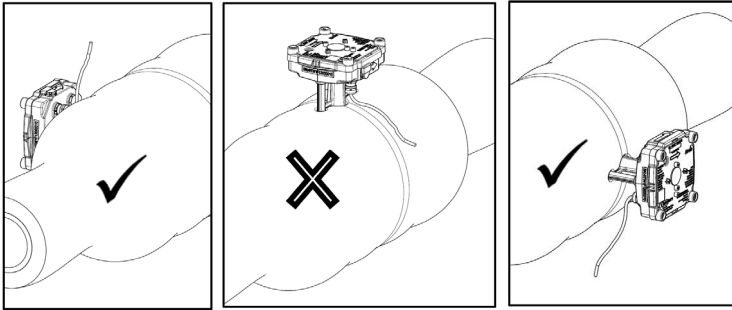

Abb.2: Ausrichtung des Zähler bei Medium-Temperatur 130...150°C
- Bei zu erwartenden Medium-Temperaturen über 130°C und voll isoliertem Zähler muss der Zähler so montiert werden, dass die Elektronik zu Seite geneigt ist (Abb. 2).